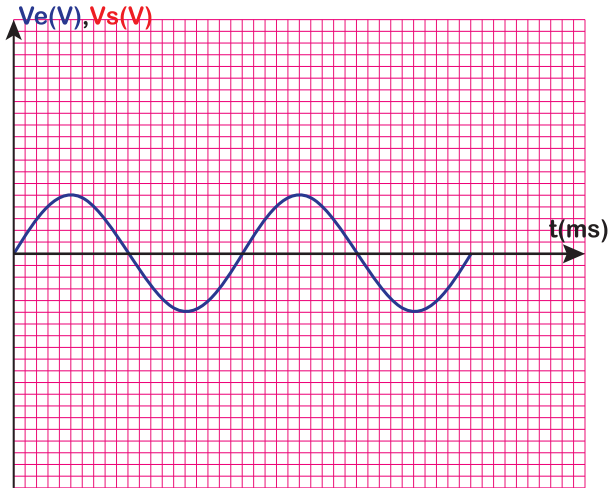
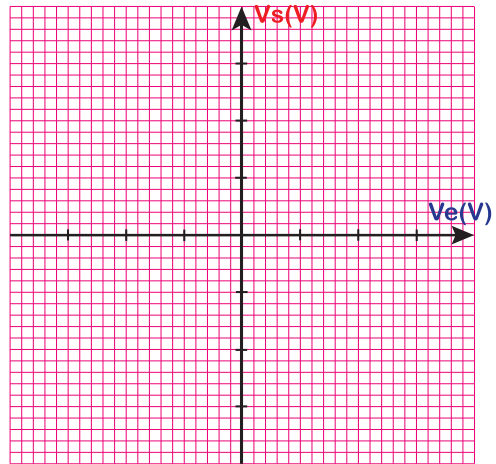

Figure 17
Figure 18
1.8. Représenter sur la figure 17 l'oscillogramme du signal de sortie V_s et sur la figure 18 la caractéristique de transfert $V_s=f(V_e)$.